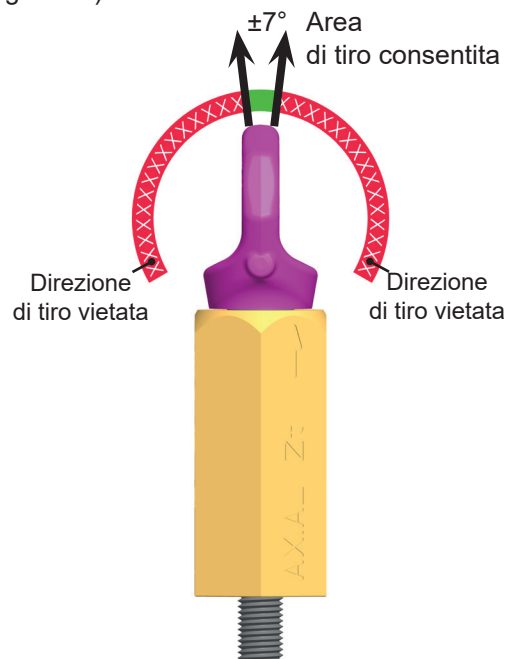

Fig. 1: Carico trasversale vietato rispetto al piano dell'anello
- Allineare correttamente l'anello dei VRS con prolunga verso la direzione del tiro del carico (vedi Fig. 1 e 6).